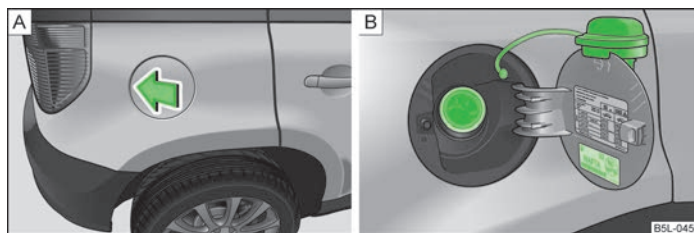

Fig. 138 Partea dreaptă spate a autovehiculului: Deschiderea clapetei rezervorului de combustibil / clapeta rezervorului de combustibil cu capacul închis
Pe partea interioară a clapetei rezervorului sunt indicate sortimentele adecvate de combustibil, mărimea anvelopelor și valorile presiunii în anvelope » fig. 138 la pagina 170 - [B].
- Apăsați pe centrul zonei din stânga a clapetei rezervorului » fig. 138 - [A].
- Desfaceți bușonul rezervorului spre stânga și fixați-l de sus pe clapeta rezervorului » fig. 138 - [B].